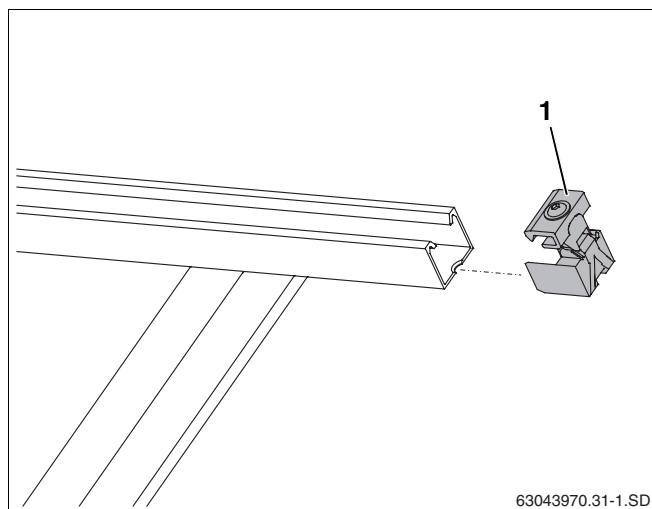

Fig. 44 Deslizar el tensor unilateral del colector
- ▶ Deslice el tensor unilateral del colector (fig. 44, **pos. 1**) en los perfiles guía del extremo derecho del campo de colectores hasta que encaje en el primer orificio ovalado del perfil guía.